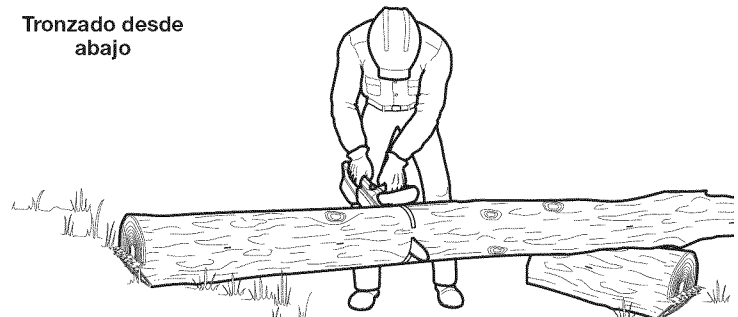

Fig. 20
1. Comience a cortar el tronco desde abajo, con la parte superior de la cadena de la sierra contra la parte inferior del tronco (Fig. 20).